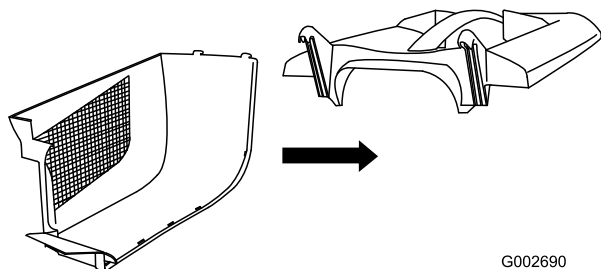

Figura 7
1. Inserite il lato nei fermi sulla parte superiore (Figura 7).